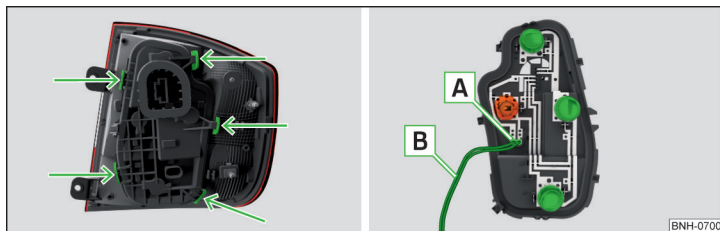

Fig. 277 Partea exterioră a lămpii/Suport cu becuri
- › Deblocați soclul becului în zonele marcate cu săgeți » fig. 277 și scoateți-l din lampă.
- Înainte de montarea suportului de bec în lampă, verificați dacă conectorul **A** » fig. 277 dintre lampă și suportul becului este cuplat corect.